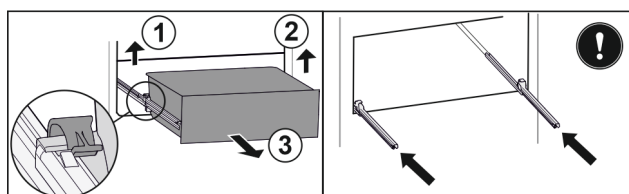

Fig. 127
- ▶ Soulever la bride gauche et tirer dans le même temps la partie gauche du tiroir vers l'avant. *Fig. 127 (1)*
- ▶ Soulever la bride droite et tirer dans le même temps la partie droite du tiroir vers l'avant. *Fig. 127 (2)*
- ▶ Retirer le tiroir par l'avant. *Fig. 127 (3)*